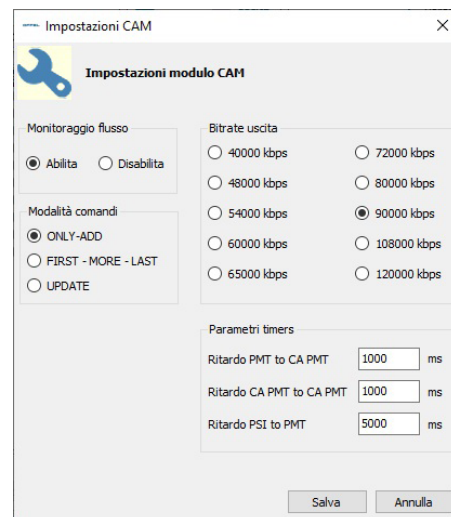

Fig. 70
- Il tasto **PARAMETRI** apre la finestra IMPOSTAZIONI CAM (fig. 70). Nella finestra IMPOSTAZIONI CAM è possibile accedere a: